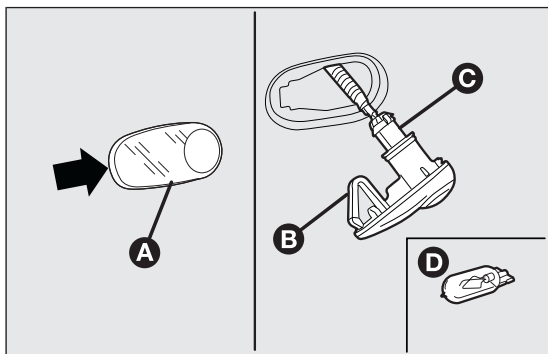

fig. 144
- ☐ intervenir en el transparente A fig. 144 de forma que se comprima la ballestilla interior B, a continuación extraer el grupo hacia el exterior;